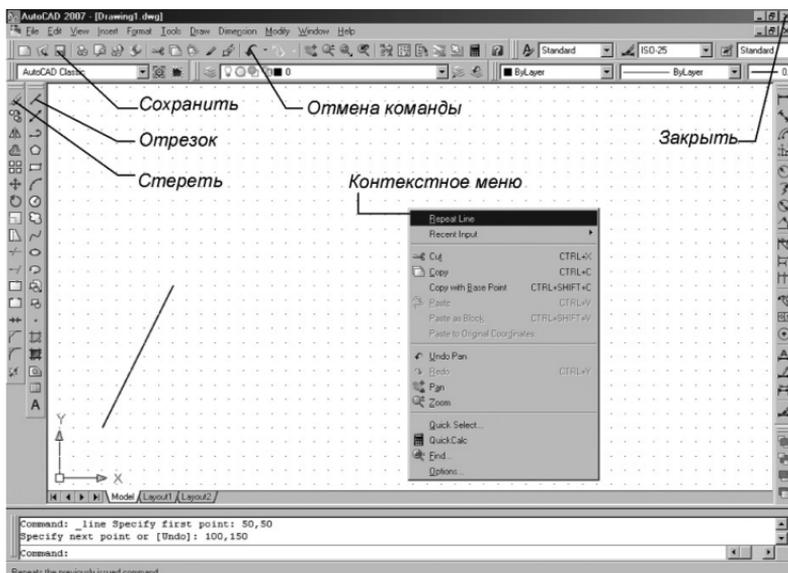

Рис. 1.5. Вычерчивание отрезка прямой линии
1. Выбрать пиктограмму **Line** (Отрезок) на панели инструментов **Draw** (Рисование) – рис. 1.5, щелкнув по ней кнопкой мыши (или ввести через командную строку). В командной строке при этом появится приглашение на ввод команды:
AutoCAD позволяет отменить любую выполненную команду или группу команд. Для того чтобы восстановить изображение после нежелательного его удаления, достаточно в верхней строке панели инструментов (рис. 1.5) щелкнуть мышью по пиктограмме левой стрелки **Undo** (Отмена).
1. Открыть файл «Чертеж 1» (если он был закрыт). Выбрать пиктограмму **Line** (Отрезок) на панели инструментов **Draw** (Рисование) – рис. 1.5, щелкнув по ней кнопкой мыши. В командной строке при этом появится приглашение на ввод команды: `Command: line Specify first point:` (Команда: Отрезок. Определить первую точку:).